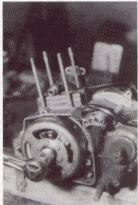
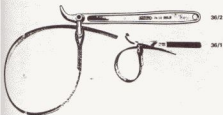

Bild 95
Bild 94
- Zum Lösen der Zentralbefestigungsmutter des Magnetrotors muss der Pleueltrieb am Mitdrehen gehindert werden. Als geeigneten Gegenhalter kann man entweder einen Bandschlüssel nach Bild 94 verwenden oder nach der Methode vorgehen, die in Bild 95 gezeigt ist. Die Abmessungen der dazu benötigten Teile gehen aus Bild 56.5 hervor. Letztlich ist zu diesem Zweck noch ein einfacher Gegenhalter in Bild 56.4 dargestellt, der sich leicht selbst herstellen lässt und immer dann eingesetzt werden kann, wenn Zylinder und Pleuel nicht demontiert sind und der Bandschlüssel nicht zur Hand ist.